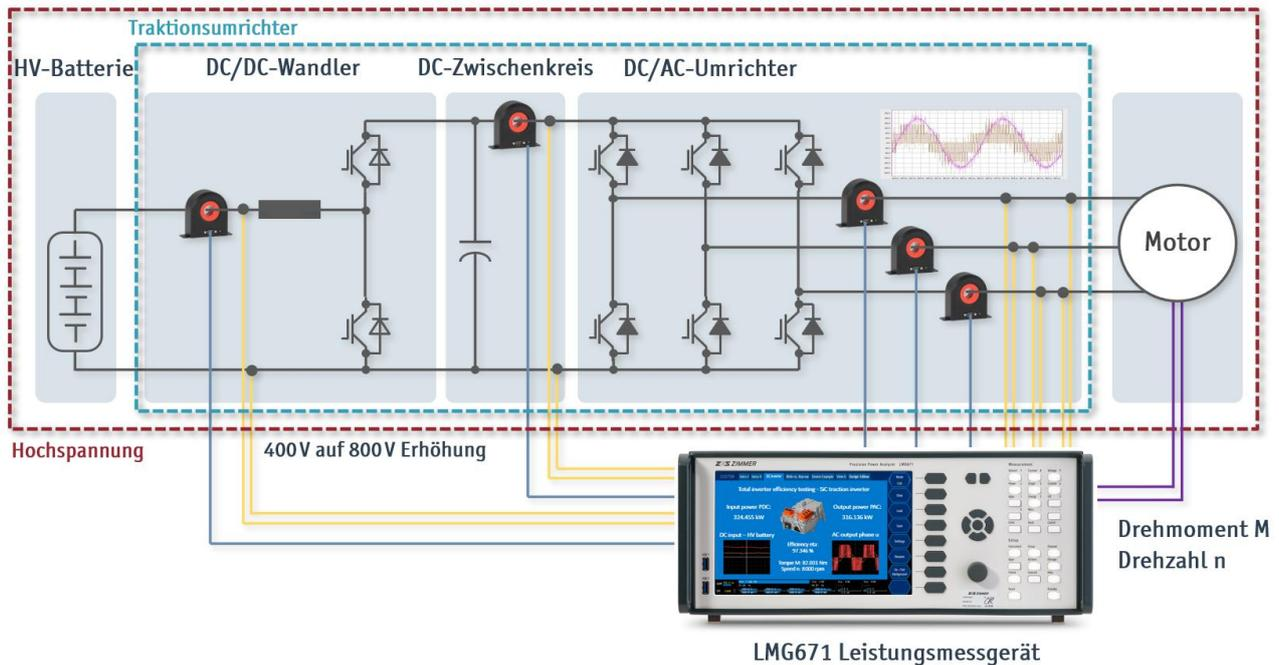
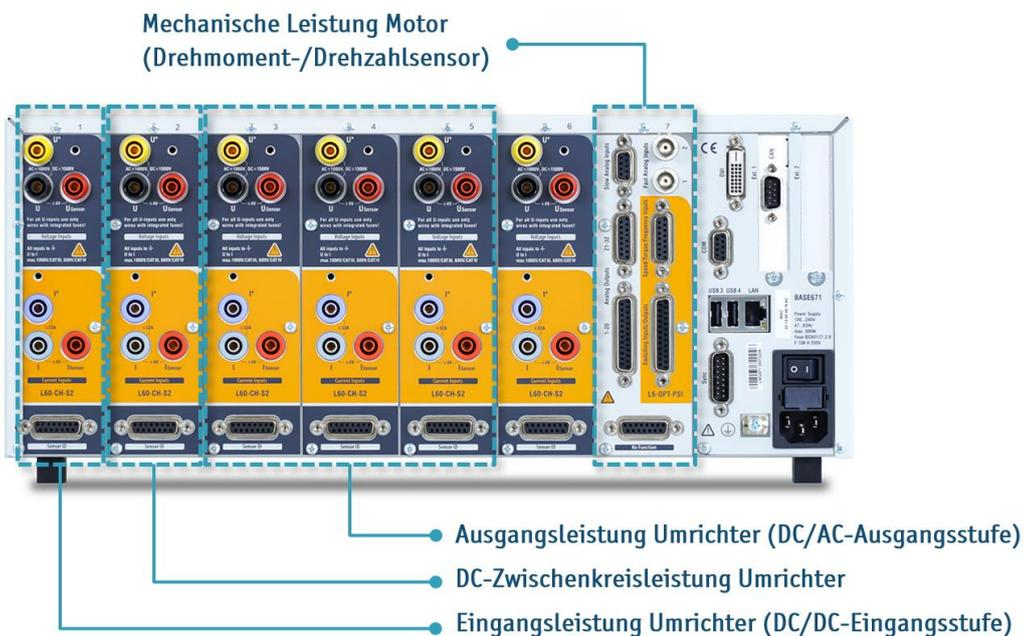
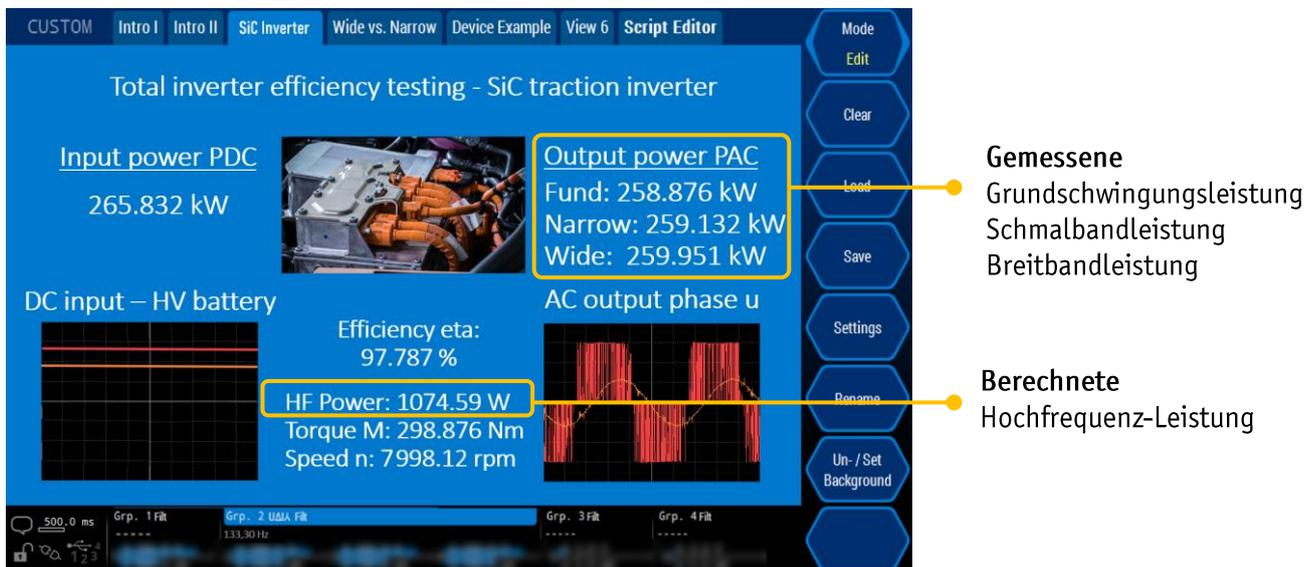

Abbildung 1: Anschaltung des LMG671 Leistungsmessgeräts an den elektrischen Antriebsstrang
Abbildung 2: Anschluss und Gruppierung der LMG671 Messkanäle
Abbildung 6: LMG600 CUSTOM Menü für die Applikation Wirkungsgradmessung am SiC-Traktionsumrichter
Eine vollständigen Wirkungsgradvermessung am elektrischen Antriebsstrang erfolgt gängiger Weise durch Messen der elektrischen Leistung zwischen den jeweiligen Hauptkomponenten Hochvolt-Batterie (HV-Batterie), Traktionsumrichter und elektrische Maschine. Eine typische Anschaltung des LMG671 in die Strompfade des Prüfaufbaus ist in Abbildung 1 dargestellt. Die einzelnen Stufen der Leistungsmessung folgen entsprechend gemäß dieser gezeigten Anschaltung. Wir messen schließlich im Folgenden:
- **Gruppierung³** der Leistungsmesskanäle gem. Abbildung 2
Für die Anwendung selbst bietet das LMG671 weiterhin die spezifische Erstellung und Anzeige eines eigenen auf seine Bedürfnisse zugeschnittene Messmenü, welches bereits während des Testens am angefahrenen Betriebspunkt das direkte Ablesen und Gegenprüfung der Messwerte und Signalformen erlaubt. Exemplarisch ist dies in Abbildung 6 dargestellt. Scope-Signale lassen sich auch alternativ durch Plot-Diagramme substituieren oder ergänzen, um für den zu verifizierenden Betriebspunkt das thermische Einschwingen des Prüflings beobachtet werden kann.
Bei einer Anschaltung nach Abbildung 1 und Abbildung 2, ist im Weiteren eine vollständige Vermessung der Wirkungsgrade mit höchster Genauigkeit und Zuverlässigkeit sichergestellt. Hier ließe sich ebenfalls ein kundenspezifisches Messmenü wie in Abbildung 6 erstellen oder bei unseren technischen Experten anfragen.